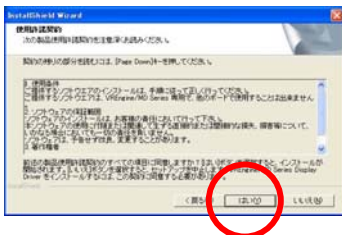

図 4.1-3 使用許諾契約ダイアログ
- (5) 図 4.1-3のダイアログが表示されます。【使用許諾契約】の内容を確認の上、ご契約に同意される場合には、【はい(Y)】をクリックします。